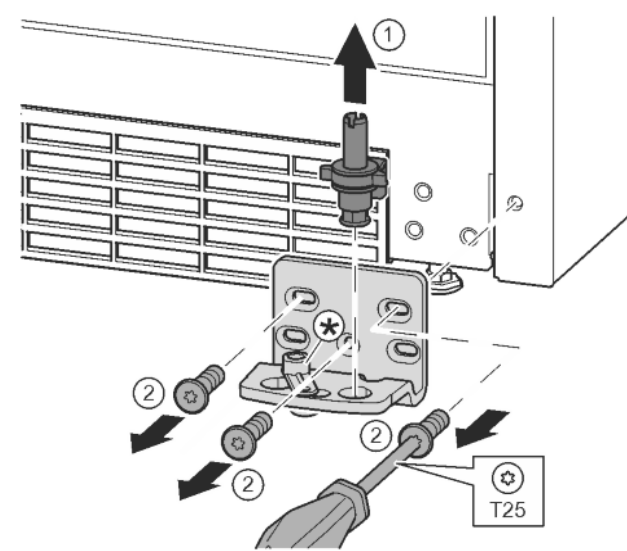

Fig. 14
- ▶ Опорний гвинт цілком витягніть рухом вгору. Fig. 14 (1)
- ▶ Викрутіть гвинти за допомогою викрутки T25 та зніміть опорний кронштейн. Fig. 14 (2)